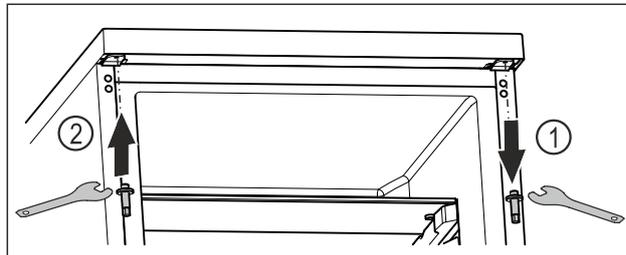

Fig. 20
- ▶ Выкрутите верхний болт ключом с наружным шестигранником. Fig. 20 (1)
- ▶ Затяните болт на противоположной стороне ключом с наружным шестигранником. Fig. 20 (2)